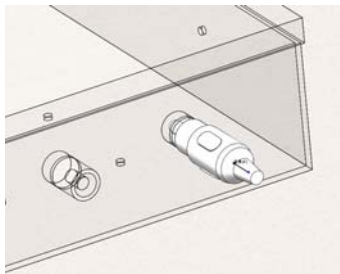

图 18-62 “线路属性”属性面板
④ 从步路库中的电气文件夹中选取 Vedio_Male。如图 18-60 所示，将接头拖动到装配体中并将之与最右侧孔进行配合，如图 18-62 所示。系统弹出图 18-63 所示的“线路属性”属性管理器。